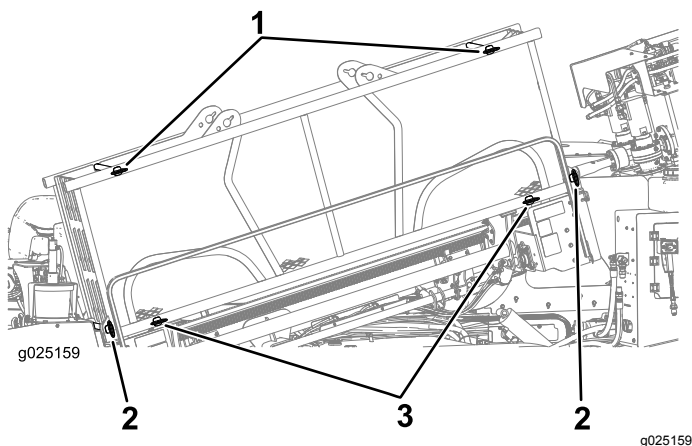

**Bild 38**
2. Stellen Sie sicher, dass die oberen Rohrhalterstifte vorne und hinten und die unteren Rohrhalterstifte vorne und hinten eingesetzt sind (Bild 38).